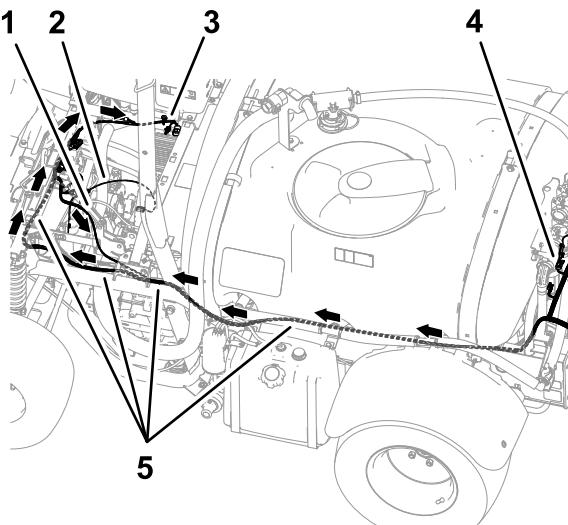
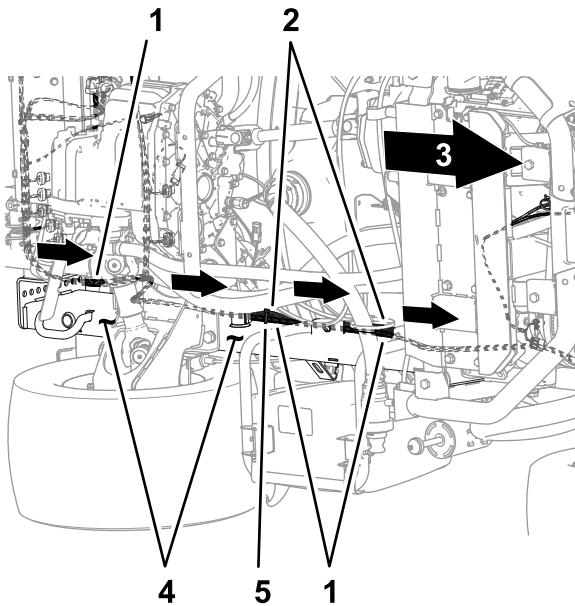
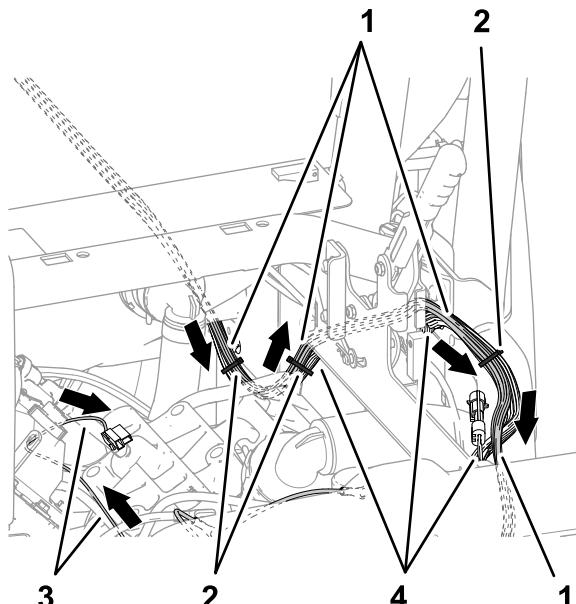
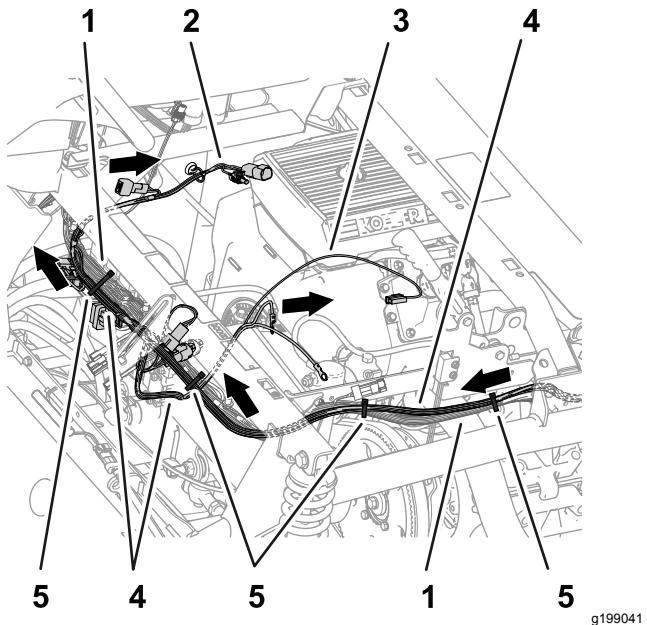

Figura 79
Figura 80
Figura 81
Figura 82
3. Encaminhe a secção da cablagem com 84 cm, a secção com 60 cm e a secção com 66 cm da cablagem do kit para a frente da máquina ao longo do canal da estrutura esquerda (Figura 79 e Figura 80).
4. Encaminhe a secção da cablagem com 84 cm, a secção com 60 cm e a secção com 66 cm da cablagem do kit ao longo da cablagem da máquina, no exterior do conjunto do travão de mão (Figura 81).
5. Encaminhe a secção da cablagem com 84 cm, a secção com 60 cm e a secção com 66 cm da cablagem do kit através do tubo de suporte do para-choques, como se mostra na Figura 82.
6. Prenda a cablagem do kit à cablagem da máquina como se mostra na Figura 80, Figura 81 e Figura 82.